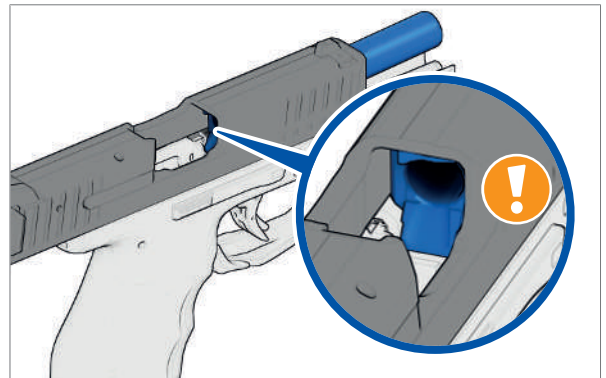

Abb. 18: In das Patronenlager schauen
3. In das Patronenlager schauen (Abb. 18). Es darf sich keine Patrone im Patronenlager befinden. Befindet sich eine Patrone im Patronenlager, liegt eine Störung vor. ► Störungen: Ursachen und Beseitigung.